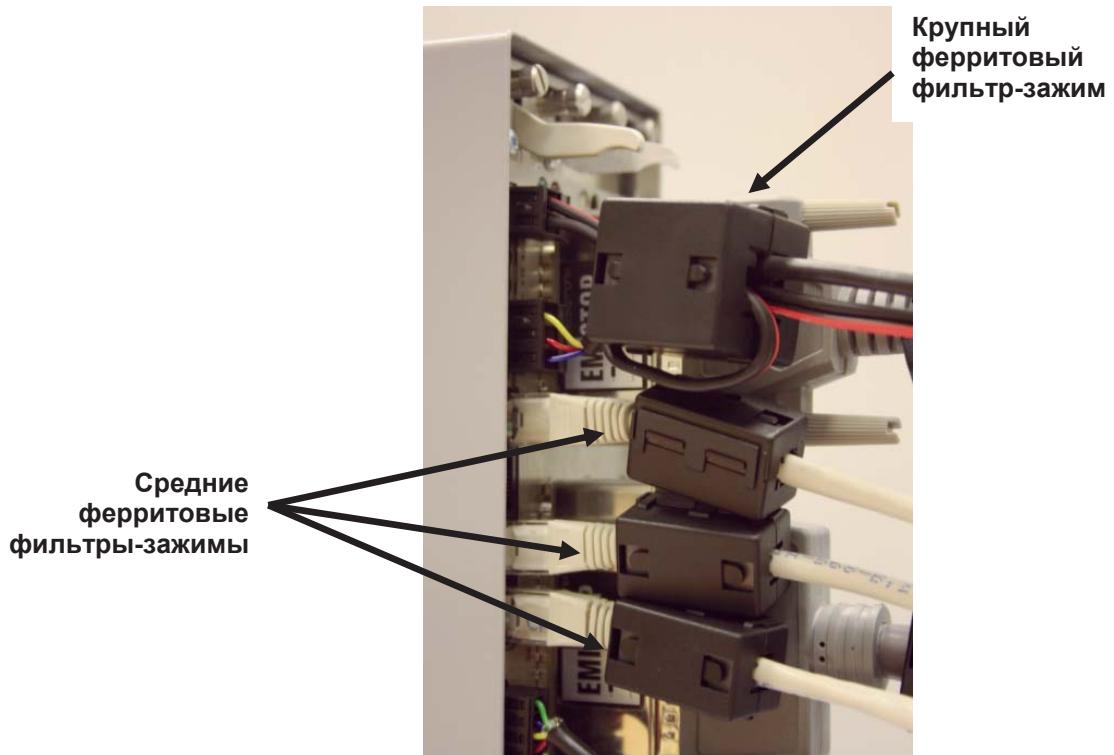

Рисунок 2-15. Фильтры-зажимы на питании я ЦПУ и проводке COM
7. Прикрепите крупный ферритовый фильтр-зажим к проводке питания ЦПУ и один средний фильтр-зажим к проводке COM3 и COM 4 (см. рисунок 2-15).